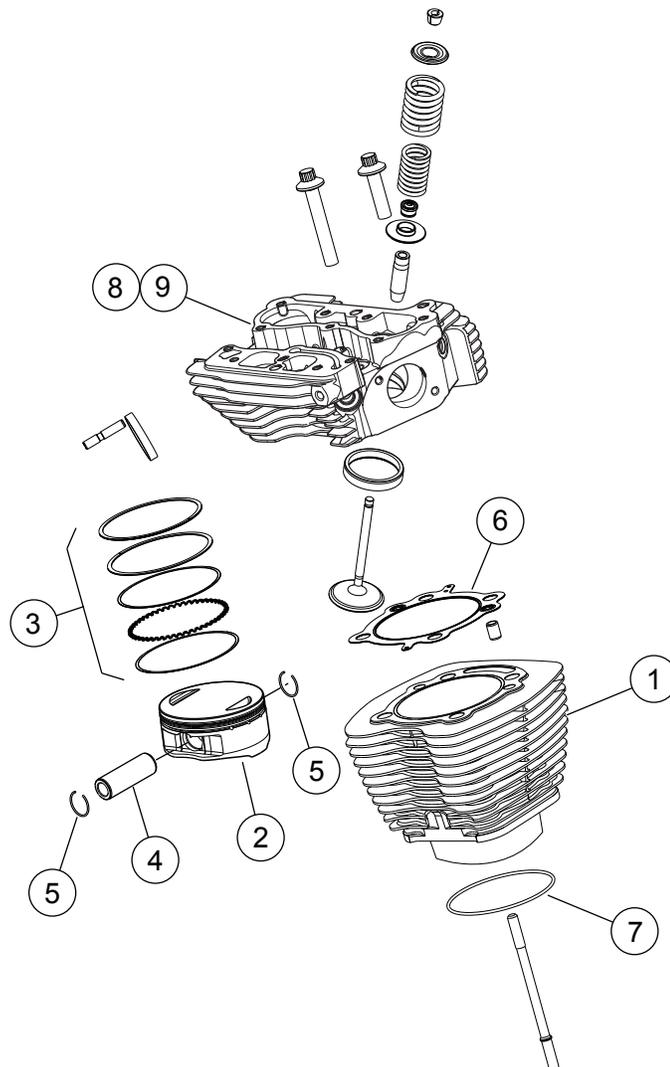
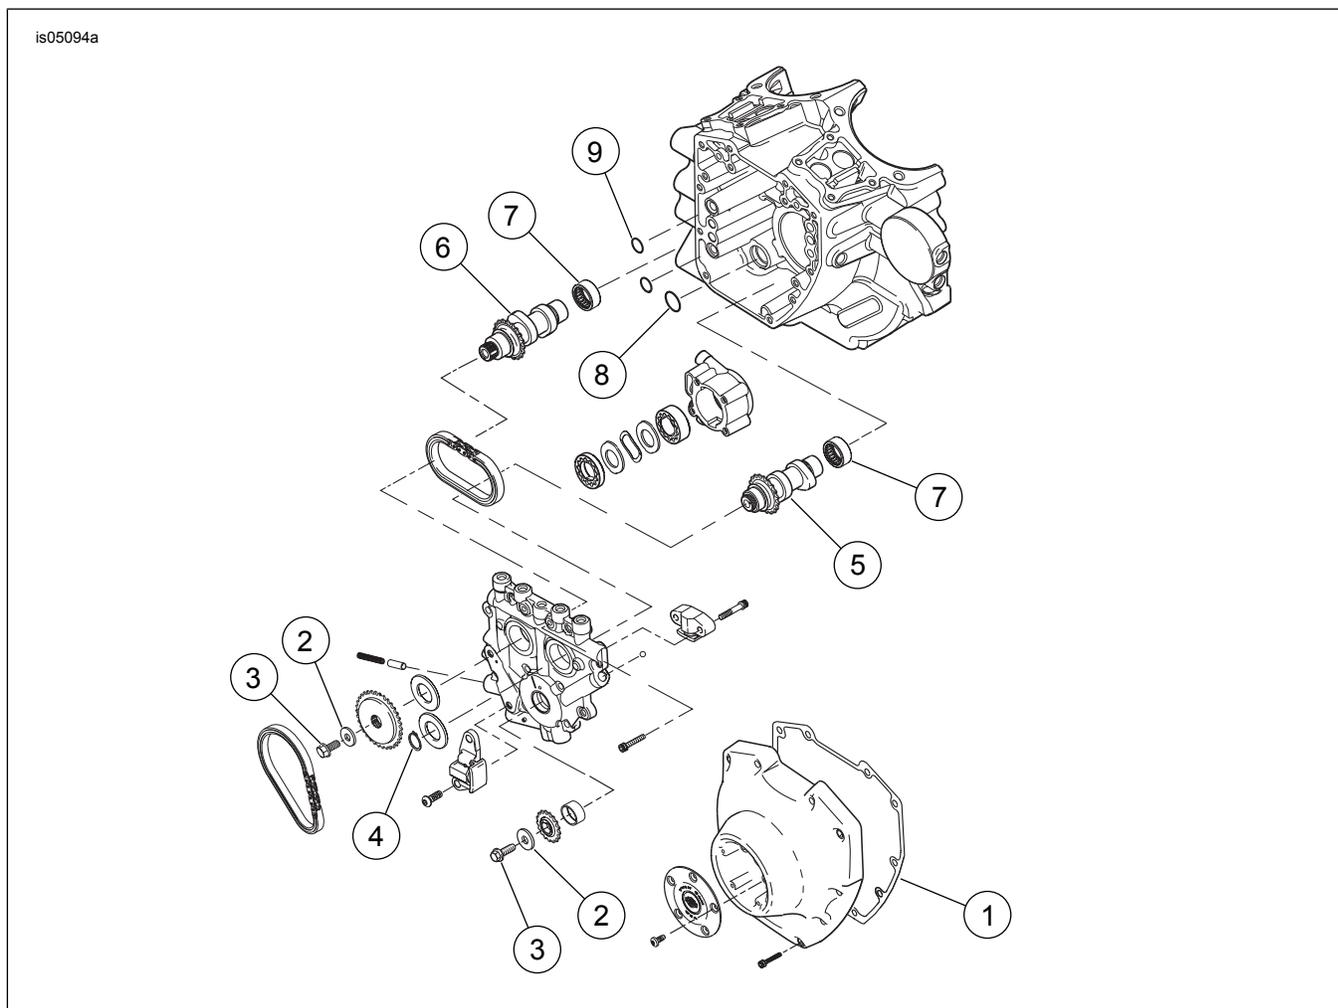

Figura 1. Parti di ricambio: Kit Stage 4 Screamin' Eagle Pro TC 103 (1.690 cc)
Figura 3. Parti di ricambio: Kit Stage 4 Screamin' Eagle Pro TC 103 (1.690 cc)
Vedere dalla Figura 1 alla Figura 3, e dalla Tabella 1 alla Tabella 3.
1. Vedere Figura 3. Controllare i cuscinetti a rullini dell'albero a camme (7) e sostituirli se necessario.
2. Vedere dalla Figura 1 alla Figura 3. Montare le camme sulle piastre per le camme, sulle testate performance e sulla parte superiore del motore usando le parti dal kit. Trasferire il dispositivo di scarico automatico della compressione (ACR) e i raccordi di accoppiamento della tubazione del liquido di raffreddamento dalle testate di serie a quelle fornite nel kit. Consultare le sezioni relative al MOTORE nel manuale di manutenzione.